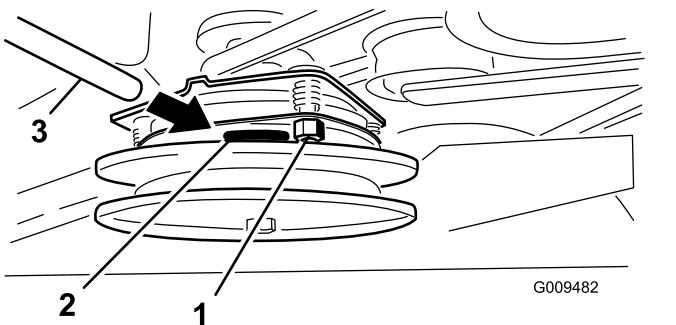

Figure 59
5. Serrez les contre-écrous jusqu'à ce la jauge d'épaisseur fléchisse légèrement mais puisse bouger facilement dans l'entrefer (Figure 59).